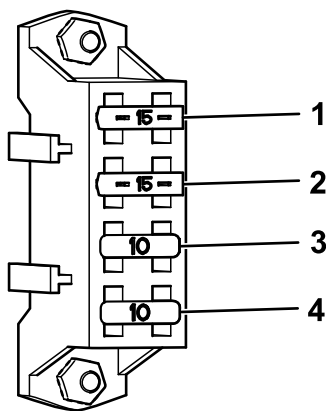

Bild 53
4. Ersetzen Sie alle durchgebrannten Sicherungen (**Bild 53**).